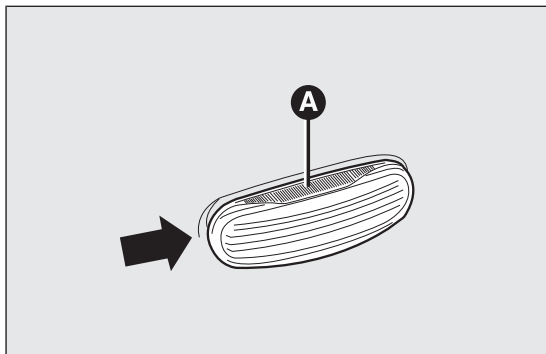
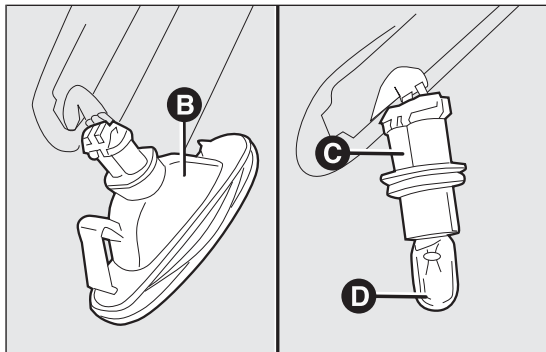

fig. 138
fig. 139
- ☐ intervenir en el transparente A fig. 138 de forma que se comprima el muelle interior B fig. 139, a continuación extraer el grupo hacia el exterior;